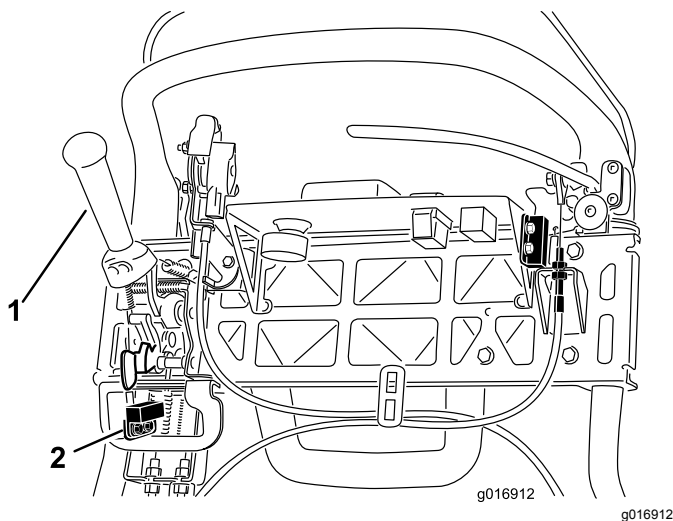

Figura 41
4. Afloje las fijaciones de montaje del interruptor de seguridad (Figura 41).
5. Coloque un suplemento de 1,6 mm (0,062") de grosor entre la palanca de tracción y el interruptor de seguridad (Figura 41).